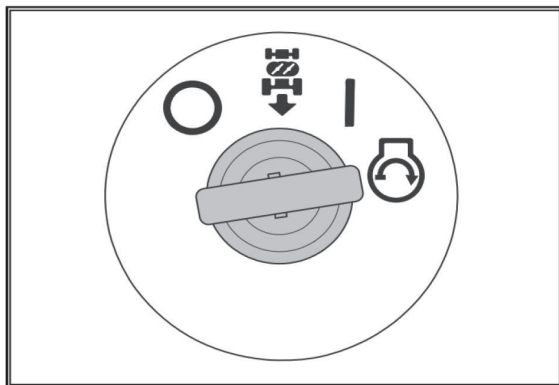

Рис. 30
4.Вставьте ключ зажигания в замок и поверните его в положение «Старт» (Рис.30). Когда двигатель запустится, немедленно отпустите ключ зажигания, и он автоматически возвратится в положение ON (I), когда вы отпускаете его.